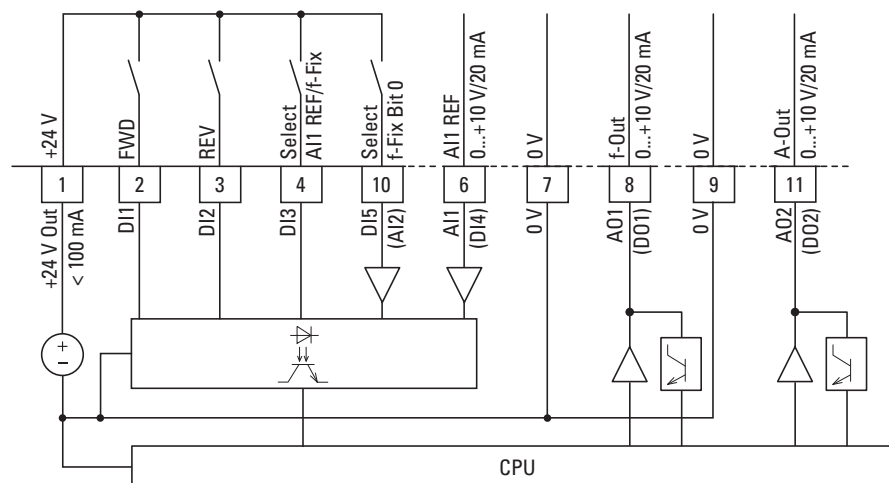

Abbildung 78: Steuerklemmen (digital/analog)
In Abhängigkeit von den Parametern P1-12 und P1-13 können die Steuerklemmen 6 (AI1) und 10 (AI2) mit analogen Signalen beschaltet werden (→ Abbildung 78):
An den Steuerklemmen 8 und 11 (→ Abbildung 78) stehen analoge Signale zur Verfügung. Diese Ausgänge können mit maximal 20 mA belastet werden. Die Auswahl der Ausgangssignale kann mittels der Parameter P2-11 (AO1) und P2-13 (AO2) erfolgen. Mit den Parametern P2-12 (AO1) und P2-14 (AO2) können die Formate der Analogeingänge festgelegt werden:
Die Steuerklemmen 8 und 11 (→ Abbildung 78) sind im Lieferzustand als Analogausgang (AO) eingestellt. Die Funktion als Digitalausgang (DO) kann mittels der Parameter P2-11 und P2-13 eingestellt werden.